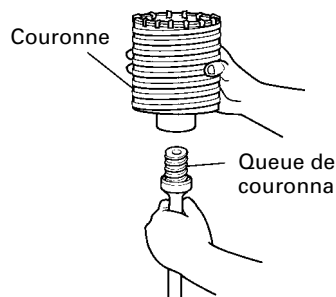

Fig. 15
(1) Monter la couronne sur la queue de couronne. (Fig. 15)